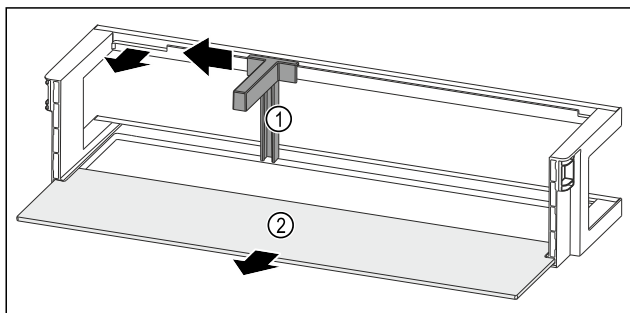

Fig. 93 Balconcino controporta con portabottiglie e ripiano
- Spingere il portabottiglie Fig. 93 (1) lateralmente fino all'incavo.
- Rimuovere il portabottiglie Fig. 93 (1).
- Rimuovere il ripiano Fig. 93 (2).